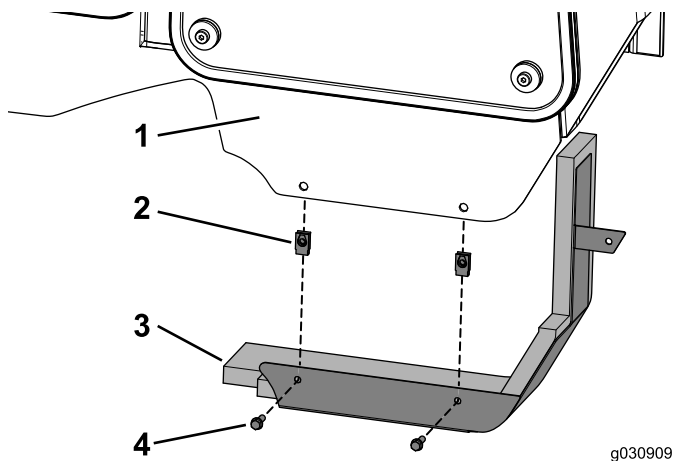

図 26
1. キャブフレームにクリップナット2個を取り付ける 図 26。
2. パネルアセンブリをキャブに固定するボルト1/4 x 3/4 インチ2本を使用し 図 26 に示すように取り付ける。